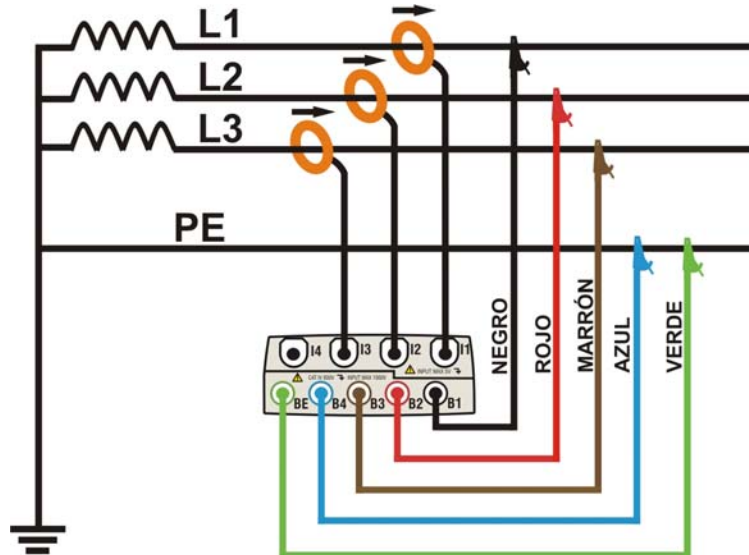

Fig. 123: Conexión del instrumento en un sistema Trifásico 3-hilos
2. Conecte los cables de medida de tensión sobre los conductores de Fase L1, L2, L3 respetando los colores como muestra la Fig. 123. **Verifique en el visualizador la indicación "123" relativa al correcto sentido cíclico de las fases** (ver el § 5.2.1) y efectuar las oportunas correcciones hasta cumplir tal situación.
3. Conecte las pinzas de corriente sobre el conductor de Fase L1, L2, L3 como muestra en la Fig. 123 **respetando el sentido de la flecha** presente sobre la misma pinza que indica la dirección convencional de la corriente desde el generador a la carga. **Verifique siempre, en la pantalla de la sección Visualización Medida, que las Potencias Activas P1, P2, P3 sean siempre positivas y que el factor de potencia Pf1, Pf2, Pf3 sea correspondiente a la carga, normalmente inductivo**, antes de activar un registro. En caso de valores negativos de las potencias activas gire la pinza 180° sobre el conductor interesado.